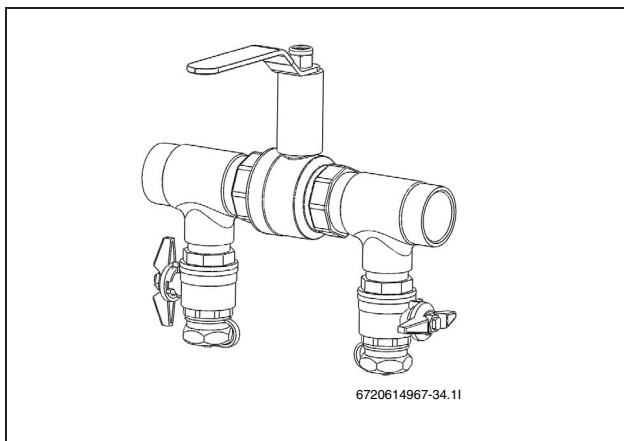

Bild 17 Påfyllnadssats i tryckhöjningsläge
- När urluftningen är klar ska kretsen trycksättas. Vrid ventilerna på påfyllnadssatsen till tryckhöjningsläge och trycksätt kretsen till 2,5 - 3 bar (→ Bild 17).